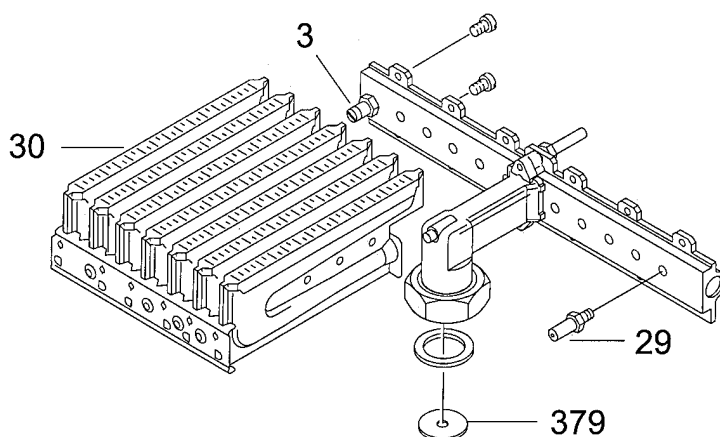

Рис.17
2. Демонтировать горелку (Рис.17, позиц.30), отвинтить левую и правую группы горелок и поменять сопла (Рис.17, позиц.29)
4. Поменять дроссельную шайбу (Рис.17, позиц.379).